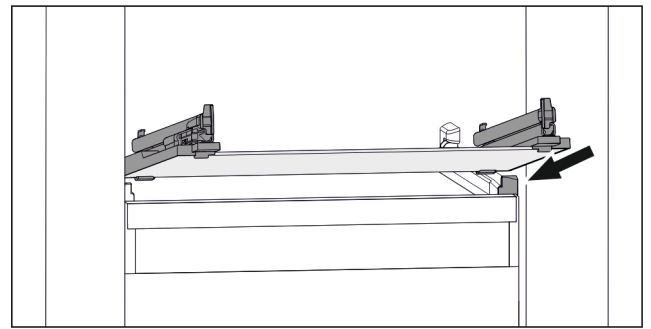

Fig. 99 Przykładowa prezentacja płyty szklanej
- ▶ Założyć płytę szklaną pod skosem za stoperami. (patrz Fig. 99)